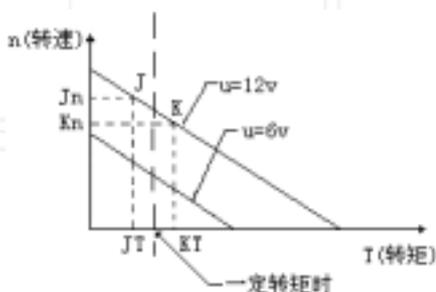

图 2-9 直流电动机 T-N 图
直流电机在一定电压下，其转速与扭矩成反比。在图 2-9 中 12V 转速扭矩线上取两个点 J、K，可以看出 $J_n > K_n$ ， $J_T < K_T$ 。由此我们可以发现，当电机电压一定时，转速 (n) 变小，则扭矩 (T) 增大；转速 (n) 变大，则扭矩 (T) 减小，这就叫转速与扭矩成反比。从图中还可以看出，如果电压降低，则转速扭矩线向下方移动。